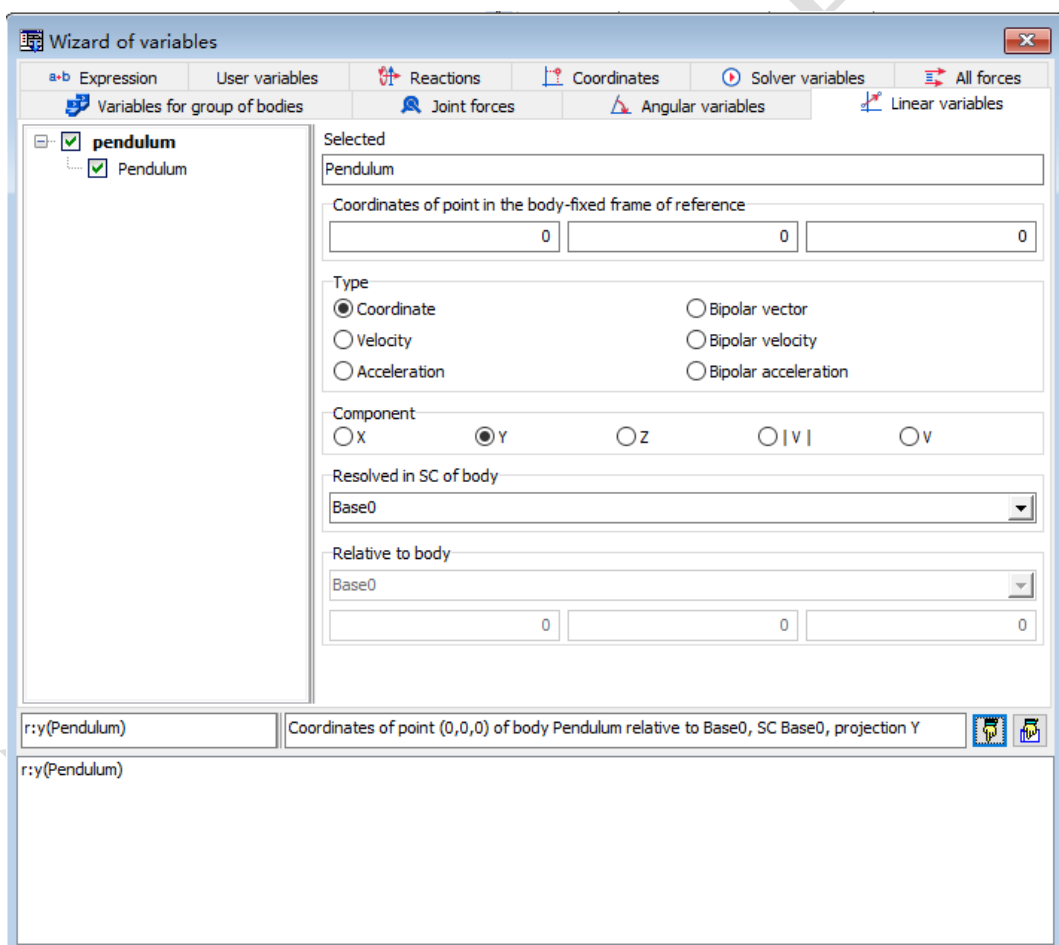

图 1.19 变量向导窗口
**Wizard of variables** 是专门用于创建各种变量的工具，这些变量既可以是标量，也可以是矢量和轨迹，分别在绘图窗口和动画窗口显示，如图 1.19 所示。